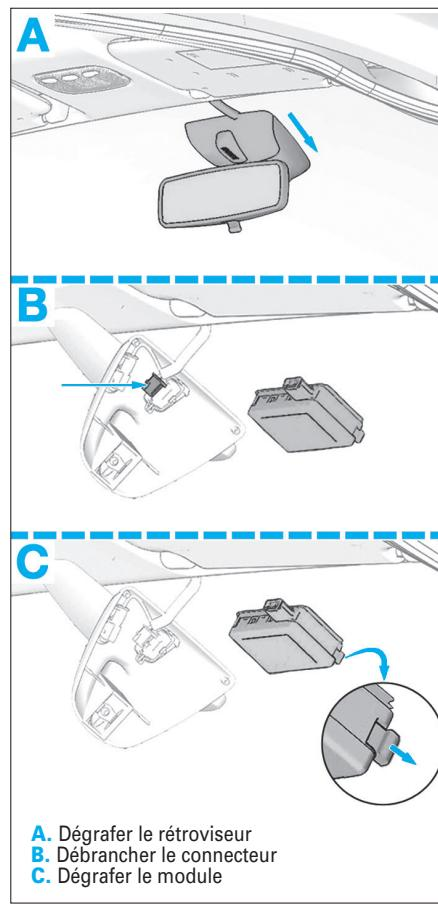

FIG. 16
- Le bicapteur de luminosité et de pluie comme illustré (Fig.16).